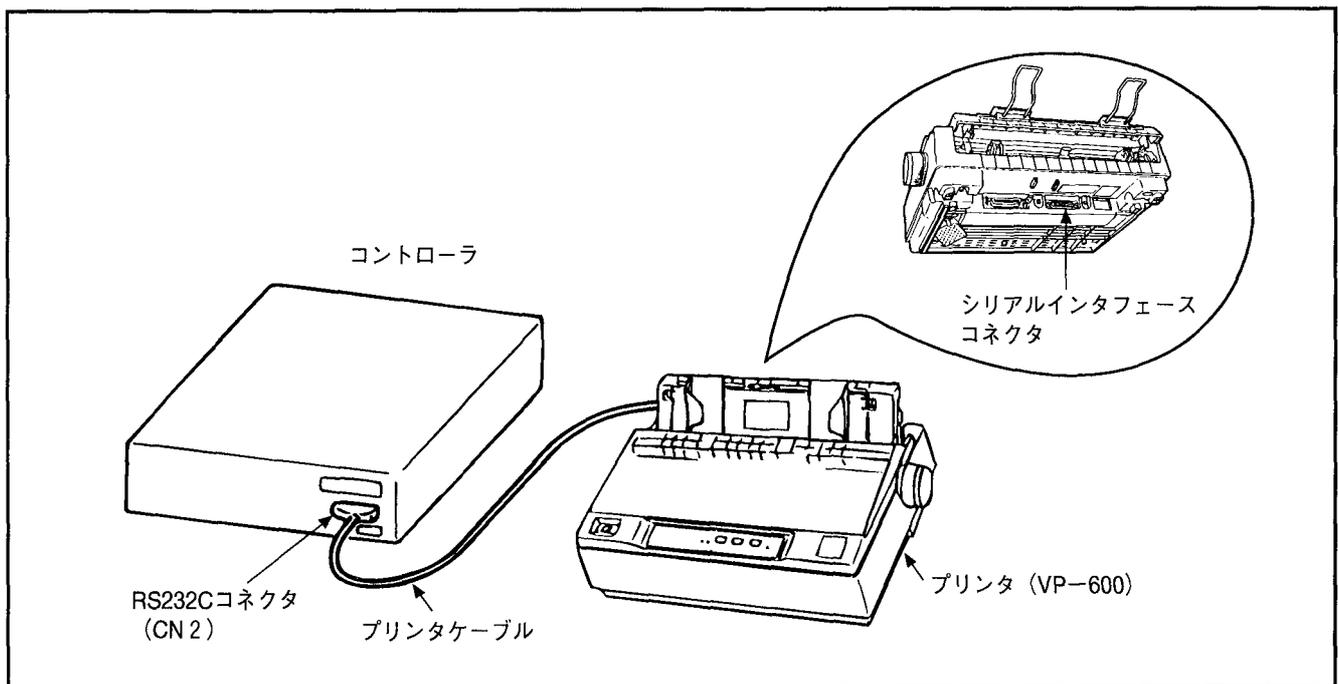

図4-8 プリンタの接続方法
- ①ロボットコントローラとプリンタの両方の電源が切れていることを確認してください。(ON状態の場合は、OFFにしてください。)
- ②図4-8のようにロボットコントローラの「RS232C」コネクタ (CN2) とプリンタの「シリアルインターフェースコネクタ」をプリンタケーブルで接続します。(プリンタケーブルはロボットコントローラ側とプリンタ側を間違えないようにしてください。)
- ③ロボットコントローラとプリンタの電源を入れ、準備完了となります。
- ④取り外しは、ロボットコントローラとプリンタの両方の電源を切ってから、ケーブルを取り外してください。